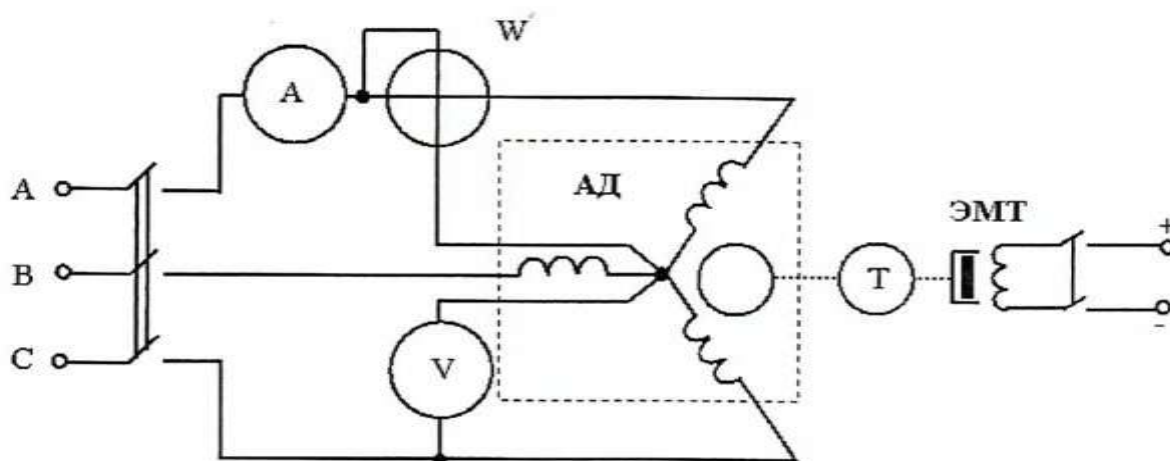

Рис. 8. Электрическая схема испытания трехфазного асинхронного двигателя с короткозамкнутым ротором
2. Собрать электрическую схему для испытания асинхронного двигателя согласно рис. 8.